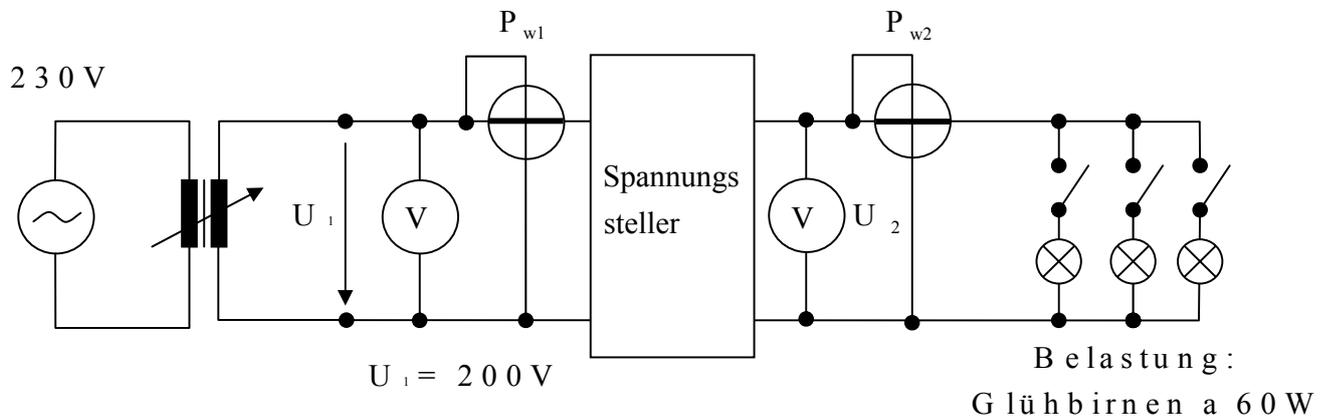

Bild 10:1. Meßschaltung
3.1.1 Setzen Sie in der Messschaltung aus Bild 10 nacheinander die vier Schaltungen zur Spannungseinstellung aus den Bildern 2, 3, 4 und 5a ein: